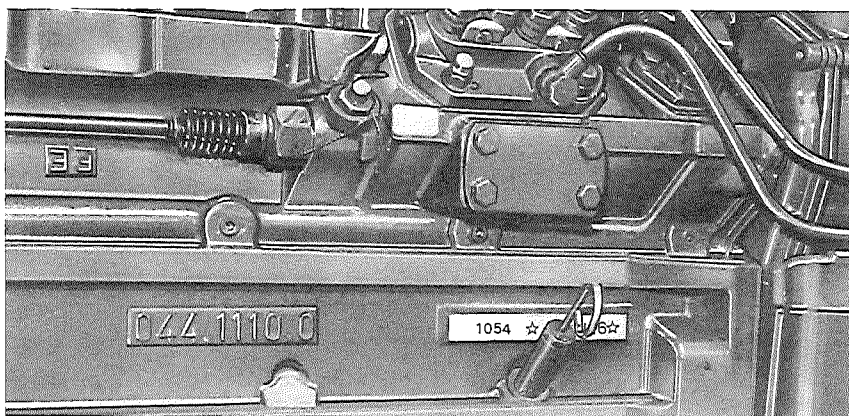

Fig. 4
- 2 numéro de série du moteur (fig. 4)